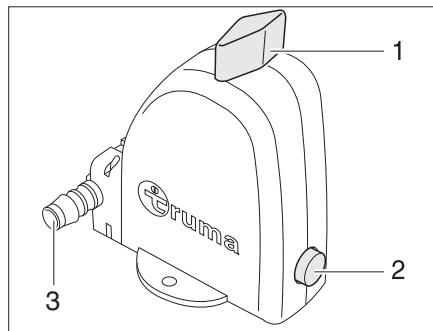

Bild 229 Sicherheits-/Ablassventil des Boilers - Stellung Betrieb
Der Boiler ist mit einem Sicherheits-/Ablassventil (Bild 229) ausgestattet. Das Sicherheits-/Ablassventil verhindert, dass das Wasser im Boiler einfriert, wenn bei Frost die Heizung nicht eingeschaltet ist.
- ▷ Der Entleerungsstutzen (Bild 229,3) des Sicherheits-/Ablassventils muss immer frei von Verschmutzungen (z. B. Laub, Eis) sein.
- Drehknopf (Bild 229,1) 90° längs zum Sicherheits-/Ablassventil drehen. Der Druckknopf (Bild 229,2) springt heraus. Der Boiler wird über den Entleerungsstutzen (Bild 229,3) des Sicherheits-/Ablassventils nach außen entleert.
- Drehknopf (Bild 229,1) 90° quer zum Sicherheits-/Ablassventil drehen.
- Druckknopf (Bild 229,2) eindrücken.